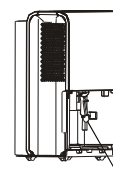
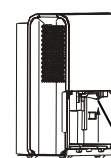

Fig.7
Fig.8
- Se o tubo da bomba cair quando retirar o reservatório (consulte a Fig. 7), deve reinstalar o tubo da bomba corretamente no aparelho antes de reposicionae o reservatório no aparelho (consulte a Fig. 8).